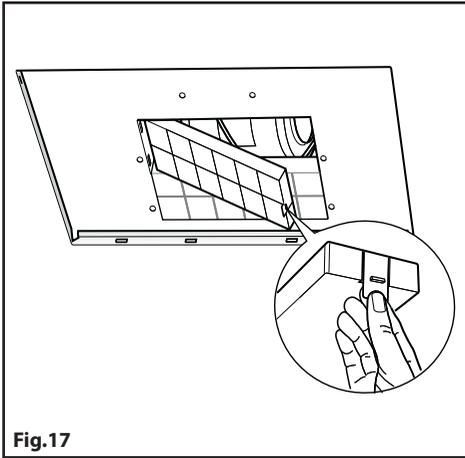

Fig.17
- **Filterversie:** sluit de buigzame leiding aan op deflector **M** en bevestig schroef **I** zoals getoond wordt in (afb.8). De actieve koolstoffilters moeten op de afzuiggroep geplaatst worden die zich binnen in de kap bevindt (afb.17).